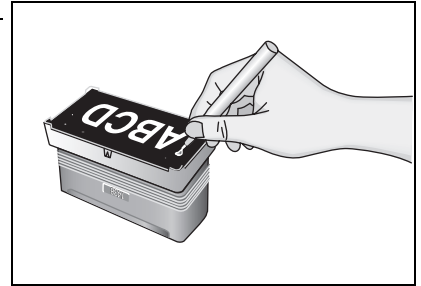

figure 1
- Appliquez la pointe de la tige sur la partie de la surface du tampon que vous souhaitez corriger (voir la figure 1).